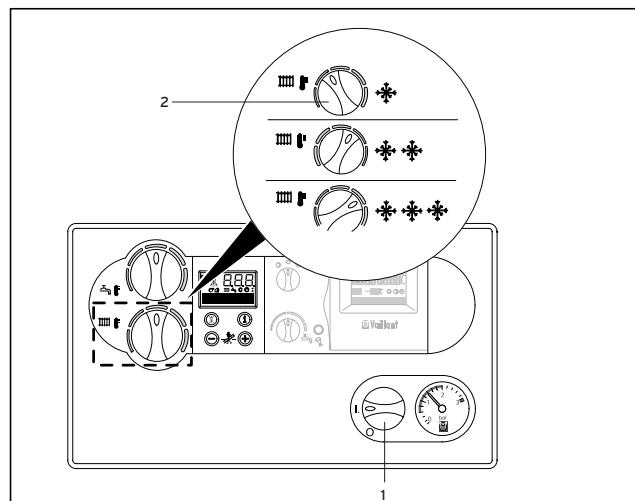

Bild B.7: Inställning av framledningstemperatur
4.3.2 Tappning av varmvatten (bild B.7)